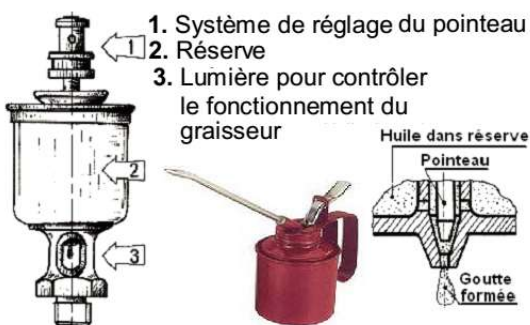

Figure 8
- **Graisseurs compte-gouttes** (Voir la figure 8)